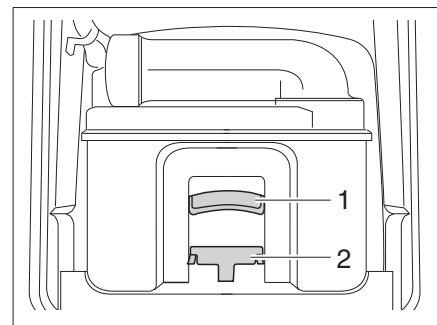

Fig. 155 Cassette Thetford
- Tirer l'étrier de fixation (Fig. 155,2) vers l'avant afin de déverrouiller la toilette à cassette et extraire la cassette par la poignée (Fig. 155,1).